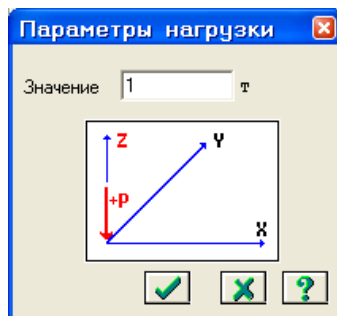

Рис.10.19. Диалоговое окно **Параметры нагрузки**
- В появившемся окне введите значение **P = 1 т** (рис.10.19).